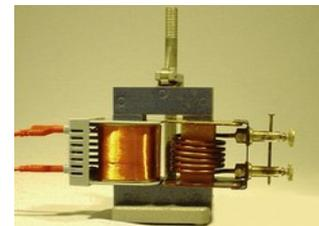

Fig. 205
- Der Widerstand des Nagels in Fig. 205 beträgt  $5 \text{ m}\Omega$ . Der Transformator hat eine Primärspule mit 600 Windungen und eine Sekundärspule mit 6 Windungen. Wie groß ist die Stromstärke im Nagel, wenn die Primärspule an  $230 \text{ V}$  angeschlossen wird. Der Transformator wird als ideal, d.h. verlustfrei betrachtet.